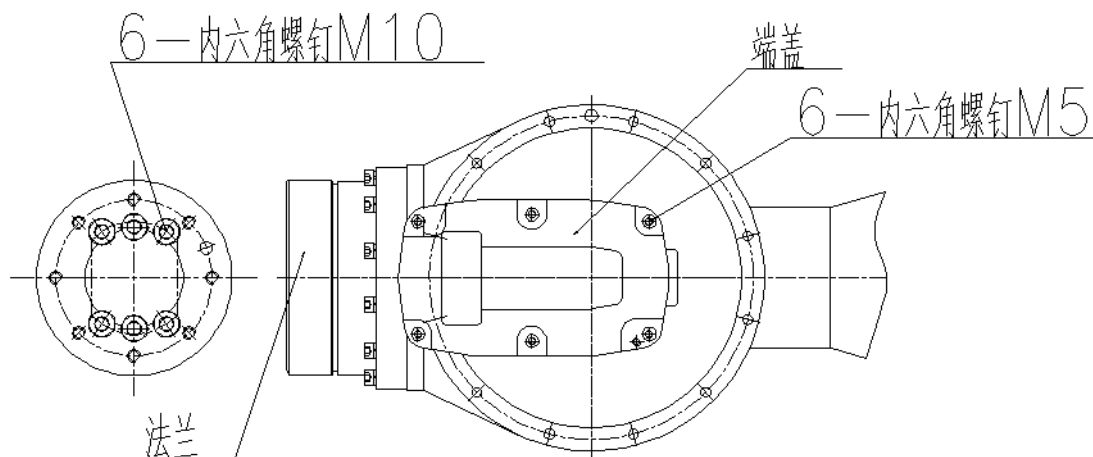

图 17 J6 轴齿轮、减速机局部结构
- ① 拆下 6-M14 内六角螺钉，拆下 12-M8 内六角螺钉，移走端盖；（如图 17 J5 减速机局部结构）
- ② 清除减速机旧油；
- ③ 用油枪注入为 J5 轴减速机注油；
- ④ 装上端盖。